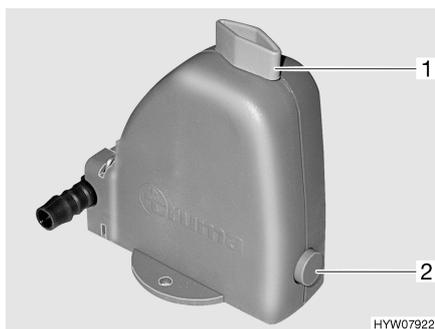

Fig. 60 Válvula de seguridad/purga de la caldera
La caldera está equipada con una válvula de seguridad/purga (Fig. 60). La válvula de seguridad/purga evita que el agua de la caldera se congele cuando no esté conectada la calefacción en caso de helada.
- Cerrar la válvula de seguridad/purga. Para ello, girar el botón giratorio (Fig. 60,1) a la posición transversal en referencia a la válvula de seguridad/purga y hundir el botón (Fig. 60,2).
- Abrir la válvula de seguridad/purga. Para ello, girar el botón giratorio (Fig. 60,1) a la posición longitudinal en referencia a la válvula de seguridad/purga. El botón (Fig. 60,2) salta hacia fuera. La caldera se vacía hacia fuera a través de la válvula de seguridad/purga.